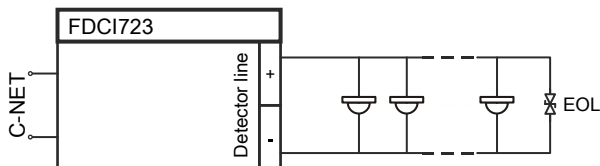
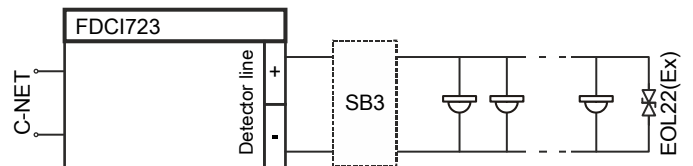

Fig. 5
Fig. 6
## Electrical connection (Fig. 5...7)
2. Connect the end-of-line (EOL). This must be connected at the end of the line (Fig. 5 Transzorb diode, Fig. 6 EOL22(Ex)).
## Elektrischer Anschluss (Fig. 5...7)
2. Schließen Sie den Linienabschluss (EOL) an. Dieser muss am Ende der Leitung angeschlossen werden (Fig. 5 Transzorbdiode, Fig. 6 EOL22(Ex))!
## Raccordement électrique (fig. 5...7)
2. Branchez l'élément terminal (EOL). Celui-ci doit être raccordé à l'extrémité du câble (fig. 5 Diode Transzorb, fig. 6 EOL22(Ex)) !